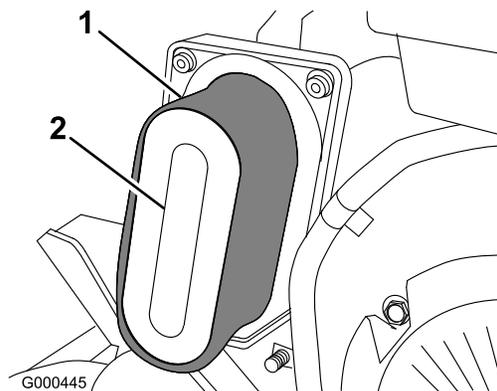

図 28
3. スポンジ（図 28）を点検し、汚れていればペーパー・エレメントから外す。スポンジをきれいに洗う。